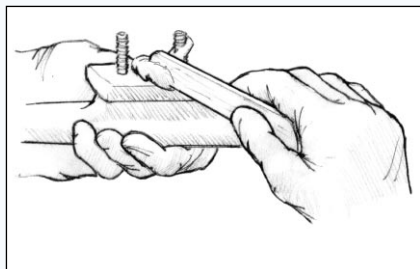

Figure 17 Enduire le dessous de l'équipement et le filetage de la fixation d'époxy épaissi.
- Injectez dans le trou un mélange anti-coulure époxy/404 ou 406. Utilisez une quantité de mélange suffisante pour qu'il n'y ait pas de vide dans le trou après insertion de la fixation. Enduisez la face inférieure de l'équipement ainsi que le filetage de la fixation d'époxy épaissi (*Figure 17*).